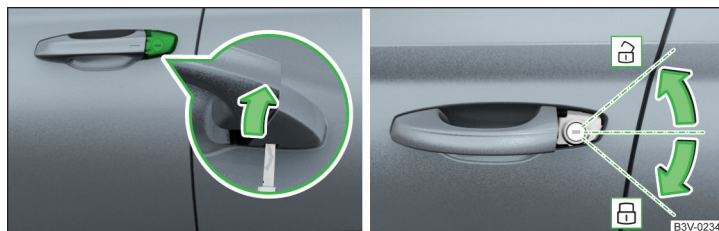

Fig. 352 Tirador en la puerta del conductor: Abrir la tapa del cierre / desbloquear y bloquear
- Introducir la llave en el rebaje en la parte inferior de la tapa y abrir la tapa en el sentido de la flecha » fig. 352.